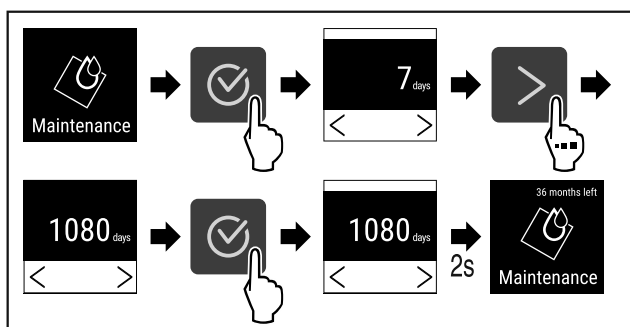

Fig. 79
- ▶ Udfør handlingstrinene (se Fig. 79).